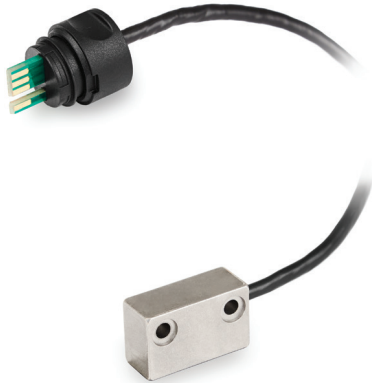

Рис. 1
- Вставьте соединитель в соответствующее гнездо магнитной системы измерения MPI-R10 и надавите до щелчка (рис. 1).